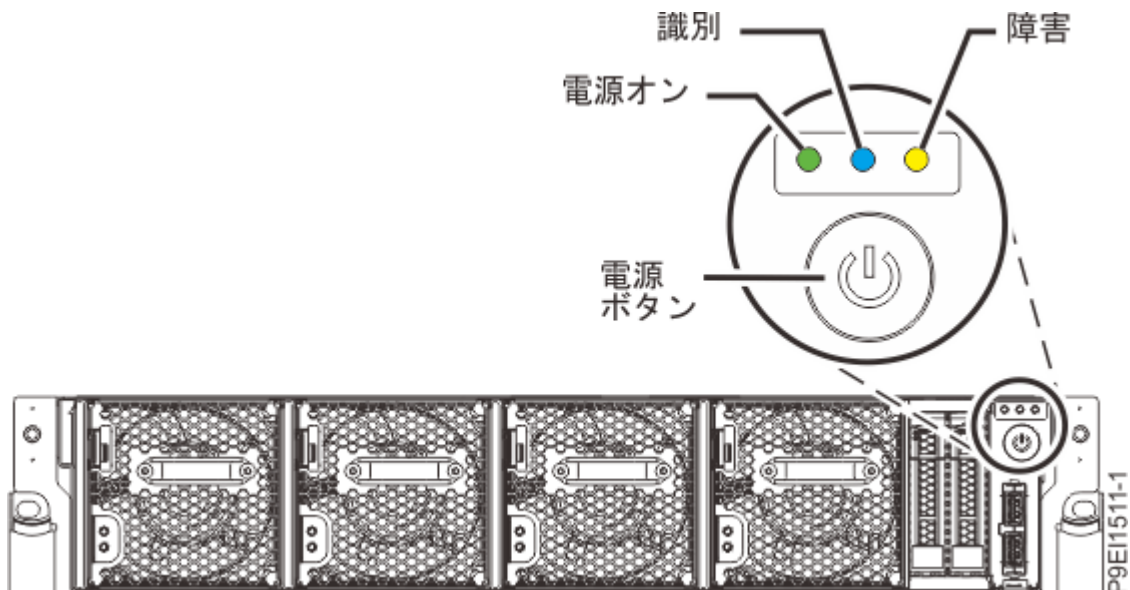

図 115. 電源ボタン
- 電源オン LED (146 ページの図 115 を参照) が明滅している。ライトが明滅している場合、装置にスタンバイ電源が供給されていることを示します。
3. 146 ページの図 115 に示す電源ボタンを押します。